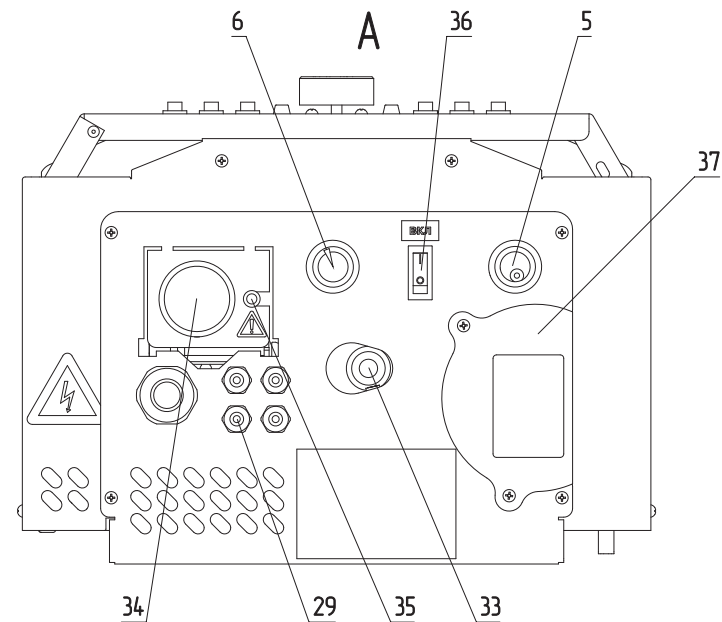

Рис.4 Устройство электрического котла ZOTA JAZZ
- Перевести кнопку включения (Рис.4, поз.36) в положение «ВКЛ», после чего должны загореться 2 зеленых индикатора (Рис.6, Рис.7, поз.7 и поз.9) наличия напряжения на котле и наличия напряжения на циркуляционном насосе.
Если зеленые индикаторы не загорелись, проверьте красный индикатор в нижней части котла (Рис.4, поз.35).